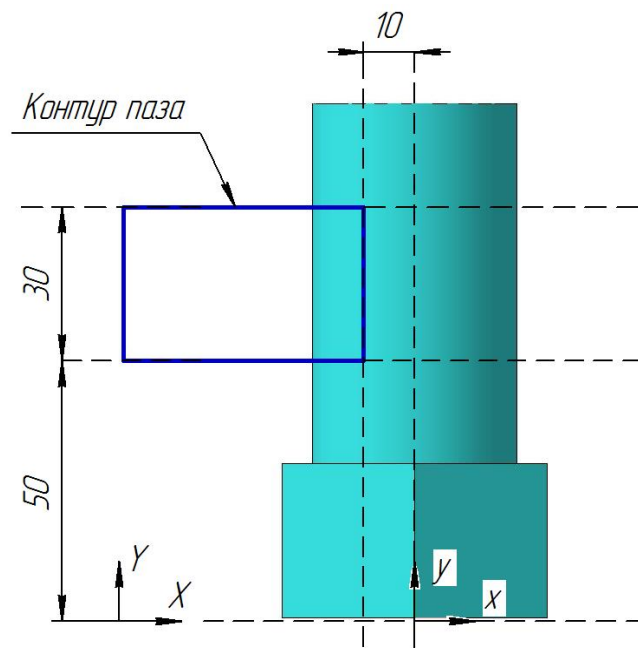

Рис. 4.12. Эскиз выреза цилиндра
- На странице **Геометрия**  постройте с помощью вспомогательных прямых и команды **Прямоугольник**  контур выреза (рис.4.12).